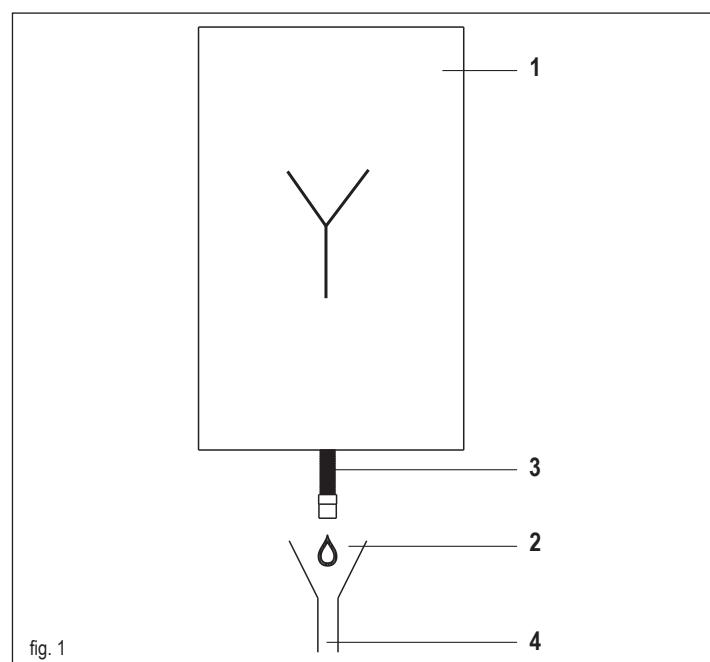

fig. 1
Separata trebuie realizată astfel încât să asigure o legătură atmosferică între interiorul conductei sistemului de evacuare a condensului și mediul extern, pentru a evita formarea, la nivelul conductei de evacuare situate în aval față de produs, a unei presiuni positive sau negative față de cea a mediului extern. Fig. 1: exemplu de racordare între conducta de evacuare a condensului (3) și sistemul de evacuare (4).